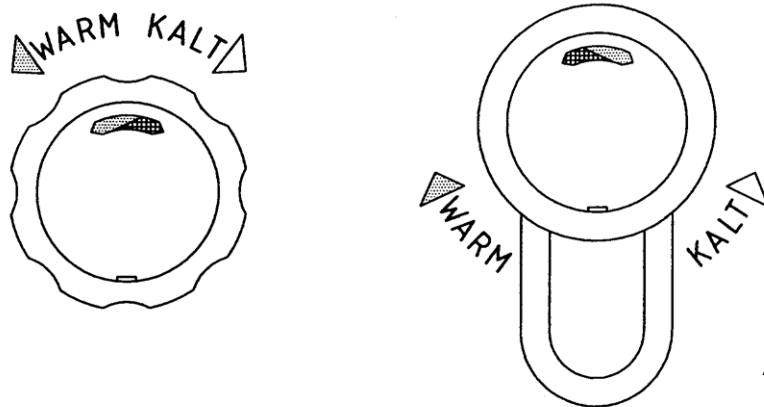

Abb. 1
- 4.5 Die Mischwassertemperatur wird durch Drehen der Griffkappe bestimmt (siehe Abb. 1).